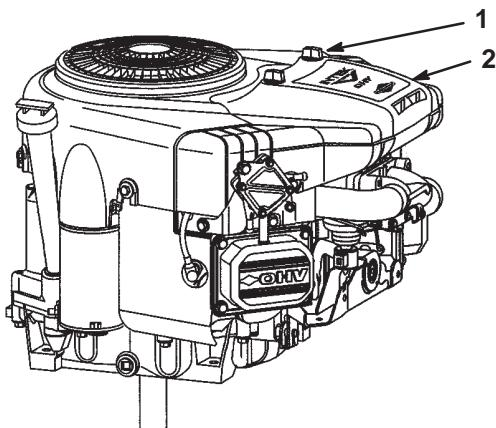

Bild 33
3. Reinigen Sie den Bereich um den Luftfilter herum, um zu verhindern, dass Schmutz in den Motor fällt und Schäden verursacht. Schrauben Sie die Verschluss-schrauben los und entfernen den Luftfilterdeckel (Bild 33).